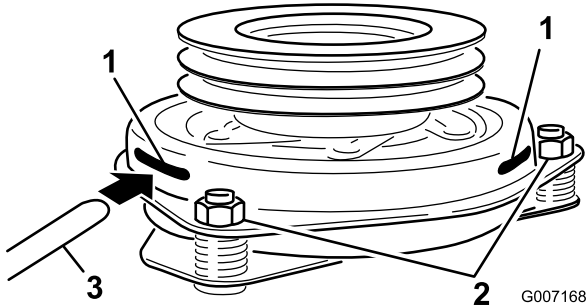

Bild 54
Anschlussstück und den Rotorabtrieboberflächen ist (Bild 54).
10. Ziehen Sie die Sicherungsmuttern fest, bis die Fühlerlehre etwas fest sitzt, jedoch leicht bewegt werden kann (Bild 54).